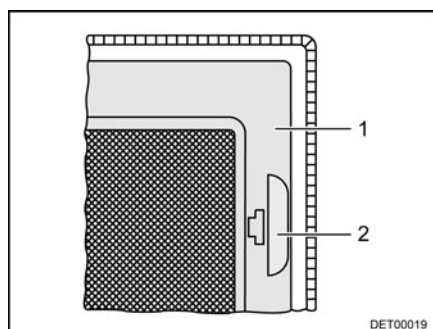

Fig. 43 Moustiquaire
- Tirer sur la poignée (Fig. 43,2).
- Rabattre la moustiquaire (Fig. 43,1) vers le bas.
- Faire basculer la moustiquaire (Fig. 43,1) vers le haut jusqu'à ce qu'elle s'enclenche.